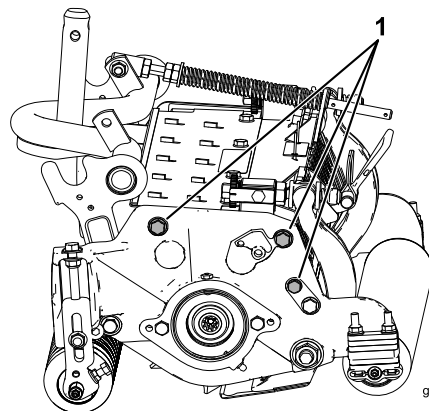

Figura 15
**Nota:** A posição entre o rolo traseiro e o cilindro é controlada pelas tolerâncias mecânicas dos componentes montados, não sendo necessário o alinhamento em paralelo. Podem ser efetuados determinados ajustes, colocando a unidade de corte na placa e desapertando as cavilhas de montagem da placa lateral (Figura 15). Ajuste e aperte os parafusos. Aperte os parafusos com uma força de 37 a 45 N m.